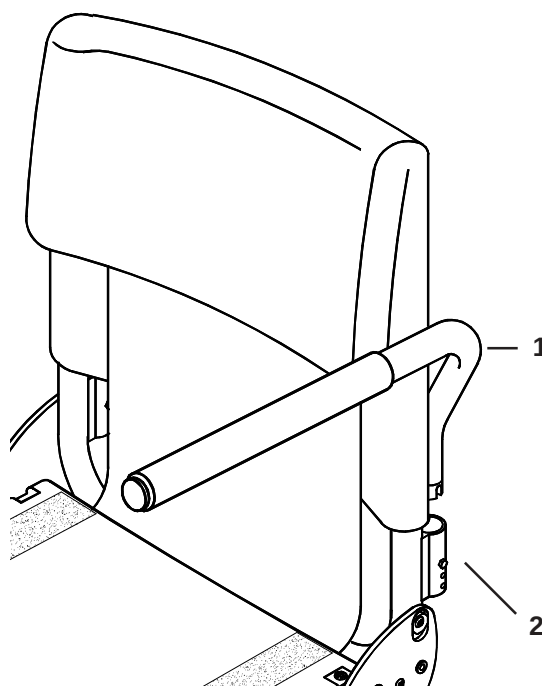

Fig. 18
Uw Revolution kan geleverd worden met wegzwenkbare, in hoogte verstelbare armsteunen, of met in hoogte verstelbare armsteunen. In Fig. 18 wordt een wegzwenkbare armsteun getoond. Voor het plaatsen van de armsteun laat u eenvoudigweg de armsteun (1) in de geleider (2) zakken. In (Fig. 19) wordt een in hoogte verstelbare armsteun getoond.